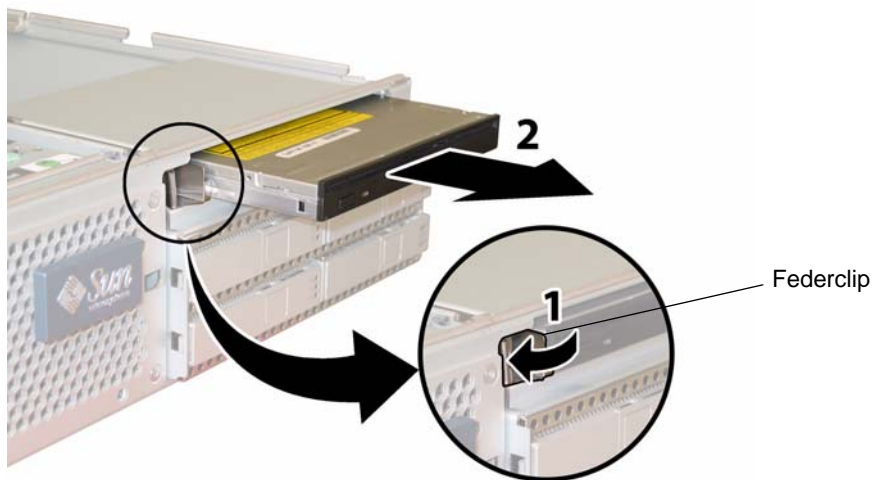

ABBILDUNG 4-15 Ausbauen des DVD-ROM-Laufwerks
8. Ziehen Sie den Federclip auf der Vorderseite des DVD-ROM-Laufwerks nach links, und halten Sie ihn in dieser Position. Greifen Sie mit der anderen Hand hinter das Laufwerk, und schieben Sie es vorne aus dem Gehäuse heraus. Siehe ABBILDUNG 4-15.